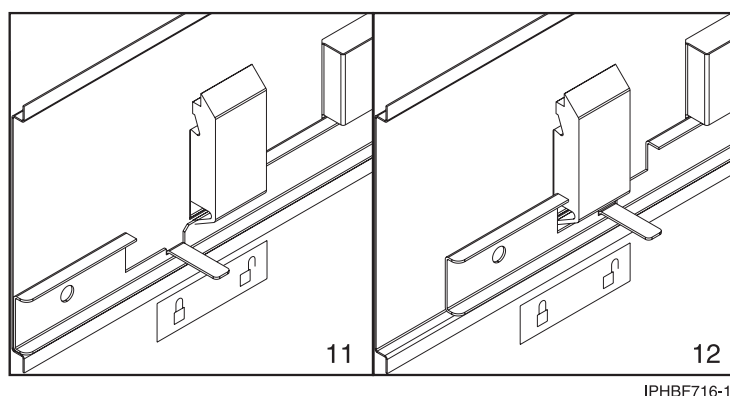

Figura 28. Colocar la pegatina de "bloqueado/desbloqueado" en el panel de la cubierta
- e. Coloque una pegatina de "bloqueado/desbloqueado" en el interior del panel de la cubierta de modo que cuando la barra corredera esté en la posición de bloqueo, la pestaña quede situada sobre el símbolo de bloqueo (11), tal como se muestra en la Figura 28 en la página 34, y sobre el símbolo de desbloqueo, (12), cuando la barra corredera esté desbloqueada.